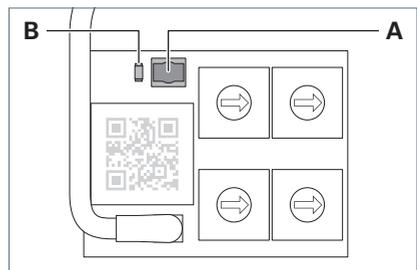

Fig. 10: Taste und LED.
- ▶ Drücken Sie die Taste **A** und halten Sie die Taste fünf Sekunden gedrückt, siehe Fig. 10.